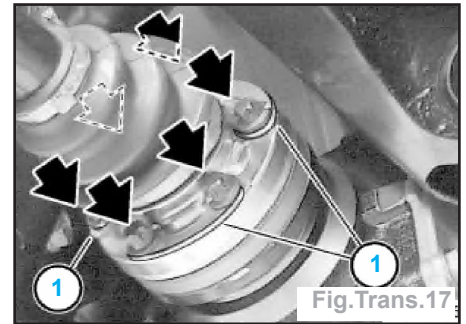
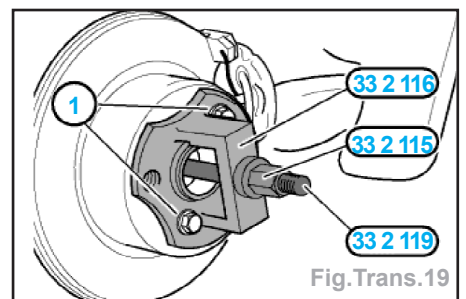

Fig. Trans. 17
Fig. Trans. 19
- Déposer les vis et dégager le demi-arbre de roue de la bride (Fig. Trans. 17).
- Visser (Fig. Trans. 19) :
- l'outil 33 2 116 avec les 2 vis (1).
- Reposer le demi-arbre (coté pont) avec les cales (1) et serrer au couple (Fig. Trans. 17).